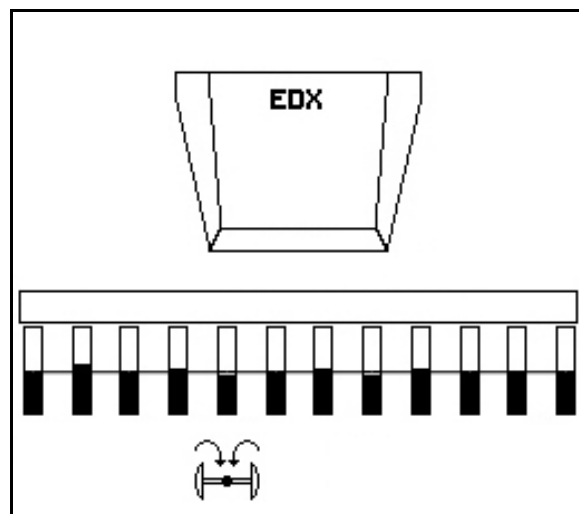

Рис. 60
-  Выберите «Полное складывание» (Рис. 60).